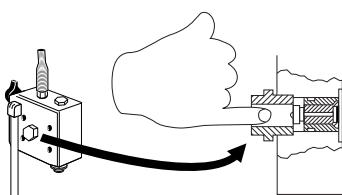

Figura 6 - Instrucciones para chequear la válvula de salida
- Saque la tapa de la válvula de entrada con el índice y oprima el vástago para cerciorarse de que esté funcionando bien (Vea la Figura 6).